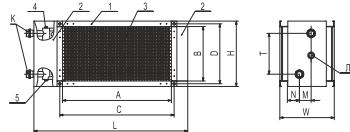
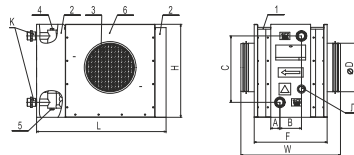

Fig 1
Fig 2
lwh besteht aus einem Gehäuse (1), einer im Gehäuse integrierten Heizeinheit (3) sowie einem runden oder rechteckigen Anschlussstutzen, Abb. 1 und Abb. 2. Das Gehäuse besteht aus einer Gehäuseseite (6 für die Rohr-Warmwasser-Heizregister) und zwei Schutzmänteln (2) aus verzinktem Stahlblech.
Am Ausgangskollektor des Heizregisters ist ein Gewindestutzen (Gewinde G1/4) mit einem Stopfen (siehe L, Abb. 1 und Abb. 2) montiert. Der Stopfen kann zur Temperaturmessung und für den Frostschutz des Heizregisters durch einen Eintauch-Temperatursensor ersetzt werden. Das Heizregister ist mit einem Entlüftungsnippel mit Gewinde G1/2 (4) und einem Entleerungsstutzen mit Gewinde G1/2 (5) an der Stirnseite ausgestattet.
Die Grundabmessungen für die Warmwasser-Heizregister mit einem rechteckigen und runden Anschlussstutzen sind in den Tabellen 1, 2 und in Abb. 1 und Abb. 2 angegeben. Die Grundparameter und die technischen Daten sind in Tabellen 3, 4 angegeben.